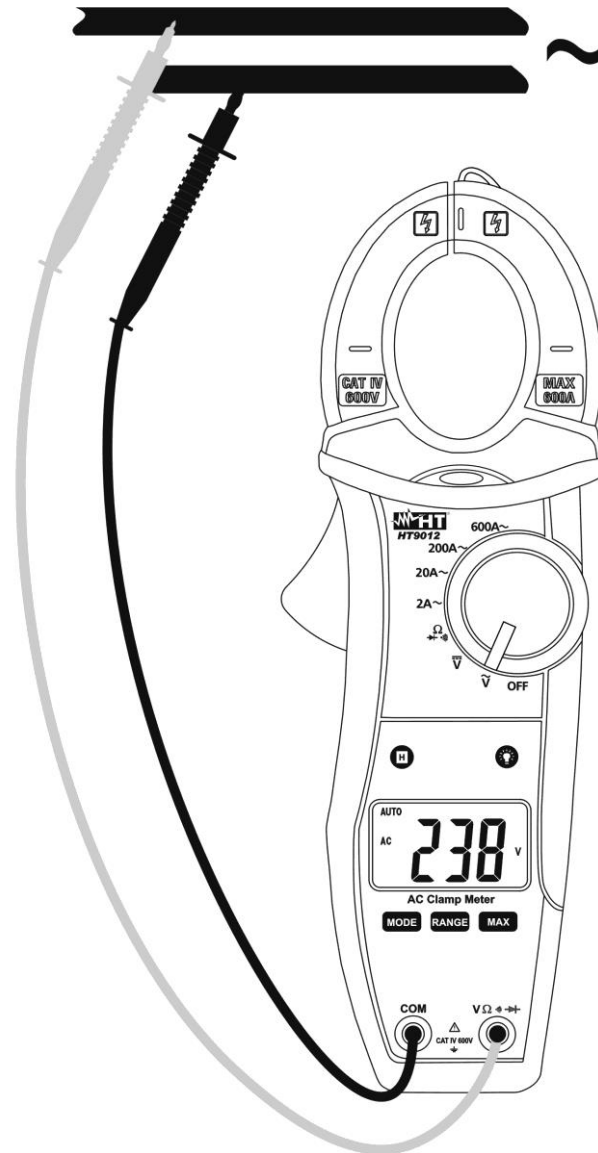

Fig. 4: Uso da pinça para medição de Tensões CA
4. Inserir o cabo vermelho no terminal de entrada  $V\Omega\rightarrow\rightarrow\rightarrow$ ) e o cabo preto no terminal de entrada **COM** (ver Fig. 4)